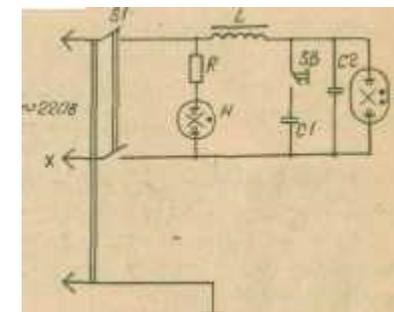

Рис. 3. Схема электрическая принципиальная
4.2. Схема электрическая принципиальная приведена на рис. 3.
Перечень элементов к рис. 3